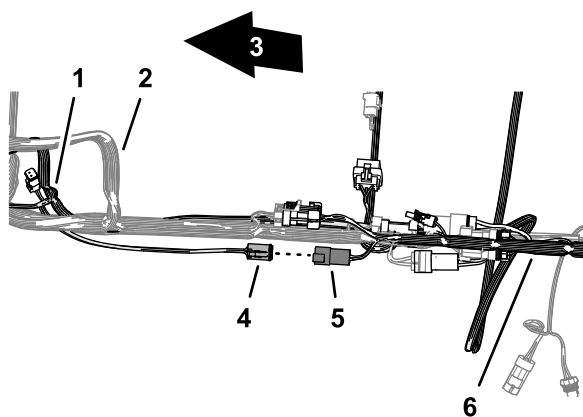

Рисунок 143
- Вставьте 4-штыревой разъем ответвления жгута проводов передачи данных с маркировкой CAN 2 ASC 10 BUS (шина CAN 2 ASC 10) в 4-гнездовой разъем заднего жгута проводов GeoLink, предназначенный для контура CAN 2 / контроллера опрыскивателя (Рисунок 143).